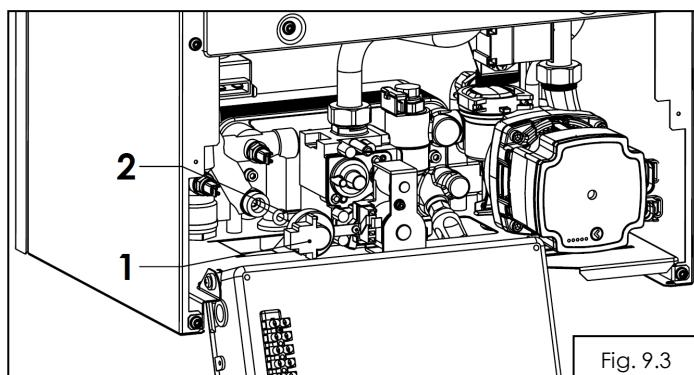

Fig. 9.3
Inlocuirea senzorului de presiune (1) fig.9.3 presupune urmatoarele operatii:
- se deconecteaza senzorul de presiune (1);
- se desface senzorul de presiune (1) si se indeparteaza.
- Montarea senzorului de presiune (1) se face in ordine inversa montarii, este necesar sa se inlocuiasca inelul "O" de etansare (2).